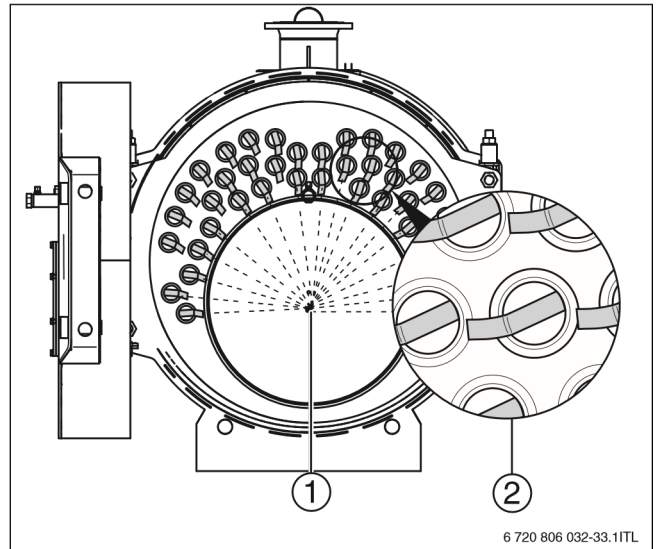

Рисунок 25 Установка турбулизаторов
► Устанавливайте турбулизаторы так, чтобы все концы (→Рисунок 25, [2]) были направлены к середине камеры сгорания.